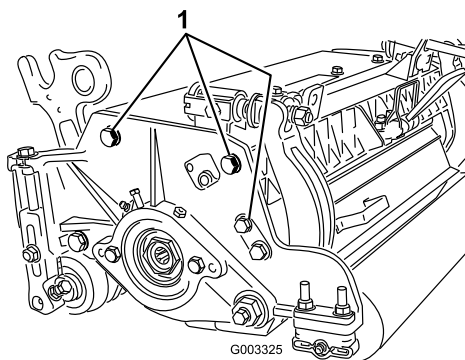

Figure 15
3. Retirez les (2) écrous qui fixent chaque support de rouleau et l'entretoise à chaque bride de fixation de la plaque latérale.
**Remarque:** La position du rouleau arrière par rapport au cylindre est contrôlée par les tolérances d'usinage des composants assemblés et le réglage du parallélisme n'est pas nécessaire. Un réglage limité est possible en plaçant le plateau de coupe sur un plan de travail et en desserrant les boulons de fixation de la plaque latérale (Figure 15). Réglez et resserrez les boulons. Serrez les boulons à un couple de 37 à 45 Nm.